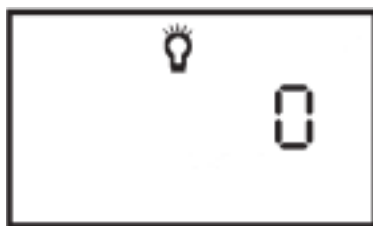

Abb. 6-11 Bildschirm LED-Hintergrundbeleuchtung-Einstellung
1. Auf dem Standby- oder dem Überwachungsbildschirm die **rechte Benutzer**-Taste drücken, bis der Bildschirm LED-Hintergrundbeleuchtung-Einstellung erscheint (siehe Abb. 6-11).